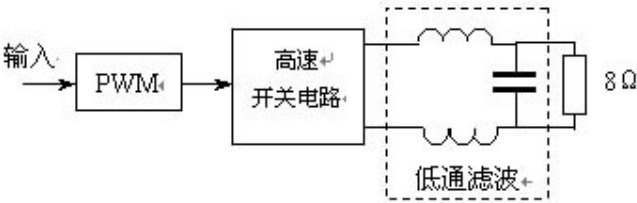

图 2
- 1. 采用开关方式实现低频功率放大（即 D 类放大）是提高效率的主要途径之一， D 类放大原理框图如图 2。本设计中如果采用 D 类放大方式，不允许使用 D 类功率放大集成电路。
(1) 设计制作一个用伪随机码形成的噪声模拟发生器，伪随机码时钟频率为 96kHz，周期为 127 位码元，生成多项式采用 $f(x) = x^7 + x^3 + 1$ 。其输出峰-峰值 v_{np-p} 为 0~1V 连续可调。
(2) 设计一个加法电路，将调制器输出 v_{sp-p} 与噪声电压 v_{np-p} 相加送入模拟信道。在解调器输入端测量信号与噪声峰-峰值之比 (v_{sp-p} / v_{np-p})，当其比值分别为 1、3、5 时，进行误码测试。测试方法：在 8 路顺序循环采集模式下，监视某一路的显示，检查接收数据的误码情况，监视时间为 1 分钟。
(3) 在 (v_{sp-p} / v_{np-p}) = 3 时，尽量提高传输速率，用上述第 (2) 项的测试方法，检查接收数据的误码情况。
(4) 其它（如自制用来定量测量系统误码的简易误码率测试仪，其方框图见图 2）。